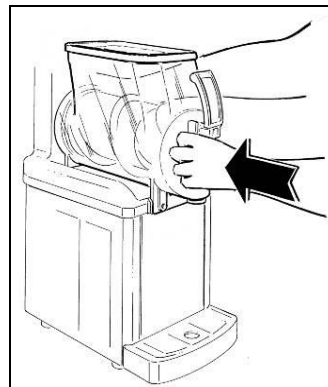

Fig. 15
- **R**emonter le bac en le plaçant dans son logement, en veillant à ce qu'il coïncide parfaitement avec son joint (voir figure 15).